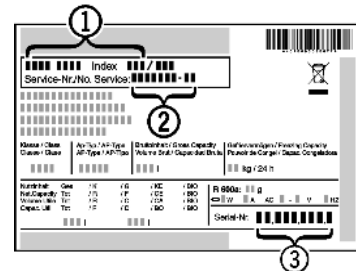

Fig. 64
- ▶ A készülék megnevezését *Fig. 64 (1)*, a szerviz- *Fig. 64 (2)* és sorozatszámot *Fig. 64 (3)* a típustábláról olvassa le. A típustábla a készülék belsejében baloldalon található.